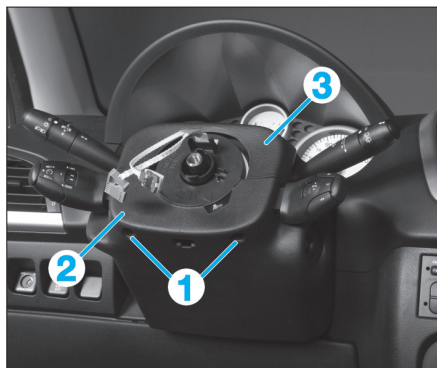

Fig. 3
- les vis (1) (Fig.3),
- le cache inférieure (2) de la colonne de direction,
- le cache supérieure (3) de la colonne de direction.